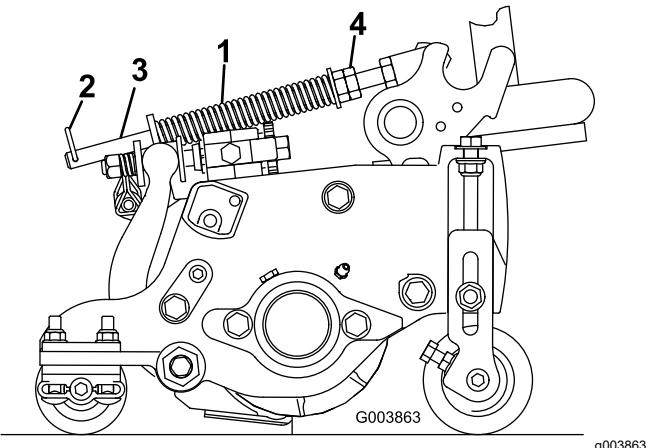

Figura 50
El muelle de compensación del césped (Figura 50) transfiere el peso desde el rodillo delantero al trasero. Esto ayuda a reducir el patrón de ondulaciones o corrugaciones en el césped.
- Asegúrese de que la chaveta está instalada en el orificio trasero de la varilla (Figura 50).
- Apriete las tuercas hexagonales del extremo delantero de la varilla del muelle hasta que la longitud comprimida del muelle sea de 15.9 cm (6.25"); consulte Figura 50.